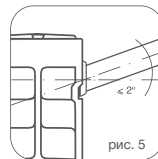

рис. 5
**!** Во избежание аварии допустимое отклонение оси коллектора радиатора от подводящих труб не более 2° (рис. 5).